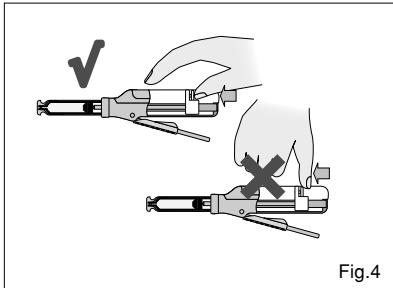

Fig.4
3. Une fois la cartouche en place, (ne pas enlever le capuchon de la cartouche), faites glisser le levier vers l'avant jusqu'à ce qu'il s'arrête. (Fig.4)
3. Dopo aver caricato la cartuccia (senza togliere il cappuccio della cartuccia), far scorrere in avanti la leva di rilascio finché non si arresta. (Fig.4)
3. Después de cargar el cartucho, (sin quitar la tapa del mismo) deslice la palanca de liberación hacia delante hasta que se detenga. (Fig.4)
3. Na het plaatsen van de cartridge, (de dop van de cartridge nog niet verwijderen!) schuift u de ontgrendelhendel naar voren tot hij niet verder kan. (Fig.4)